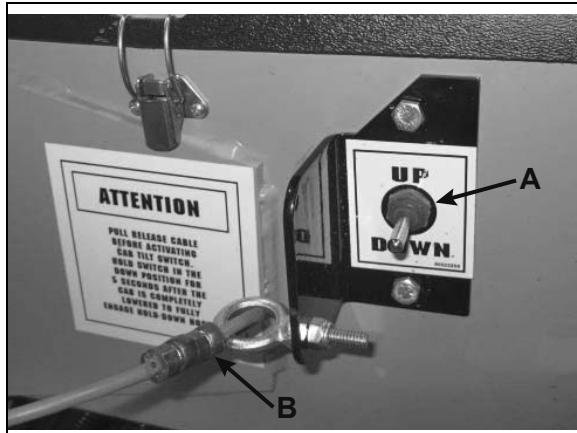

Figure 2
En la mayoría de los casos, el interruptor de control de inclinación de la cabina está ubicado en el riel izquierdo del chasis (Figure 2). El cable de liberación del soporte de seguridad se encuentra en el riel izquierdo, al alcance desde el interruptor de inclinación.
6. Después de que el soporte de seguridad haya caído sobre el cilindro, lleve el interruptor del control de inclinación a la posición "DOWN" (ABAJO) (Figure 2) y baje la cabina levemente hasta que el soporte de seguridad descansa completamente sobre la parte superior del cilindro de inclinación (Figure 3).